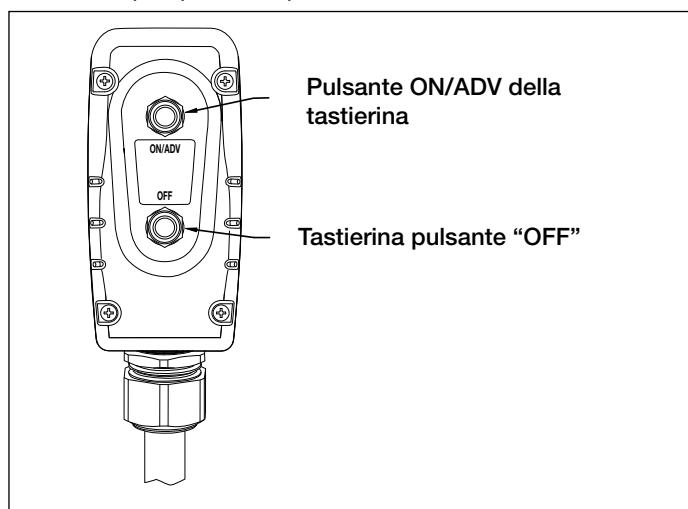

Figura 8, Pulsanti della tastierina
5.2 Funzionamento della tastierina (vedere figura 8)
5. Per avviare la pompa, premere il pulsante ON/ADV della tastierina. Vedere la figura 8. Il motore si avvierà automaticamente, e la chiave inizierà ad avanzare. La chiave torsimetrica continuerà ad avanzare fintanto che si mantiene il pulsante premuto.
La pompa é fornita con un manometro installato. Per la vostra convenienza, é previsto un disco con i valori della coppia, sovrapponibile da montare sopra alla faccia del manometro e che converte facilmente le letture della pressione in letture della coppia (vedere figura 8, vista A). Il disco sovrapponibile ha le unità imperiali (Ft-Lbs.) da un lato e le unità metriche dall'altro (Nm). Per cambiare le scale, semplicemente capovolgere il disco.
- Smontare i tre dadi ad alette neri che tengono al suo posto la flangia frontale del manometro (vedere la figura 8, vista B).
- Smontare la flangia frontale e il disco sovrapposto (vedere figura 8, vista C).
- Inserire il nuovo disco da sovrapporre (ricordarsi di verificare che il disco corrisponda alla chiave torsiometrica Enerpac che si sta usando) sopra alla flangia, allineando il disco con le depressioni sul retro della flangia (vedere la figura 8, vista D).
- Mentre si sostiene il disco da sovrapporre dietro la flangia (vedere la figura 8, vista C), introdurre la flangia sui prigionieri della manopola, riposizionando il disco sovrapponibile come necessario, e fissare la manopola, stringendo solo con le dita. La flangia premerà il disco sovrapponibile sopra al manometro e lo fisserà al suo posto. Vedere le istruzioni della chiave torsiometrica per l'ammontare della pressione necessaria richiesta per produrre la coppia desiderata. Notare che la pressione massima varia per le diverse chiavi ed accessori.